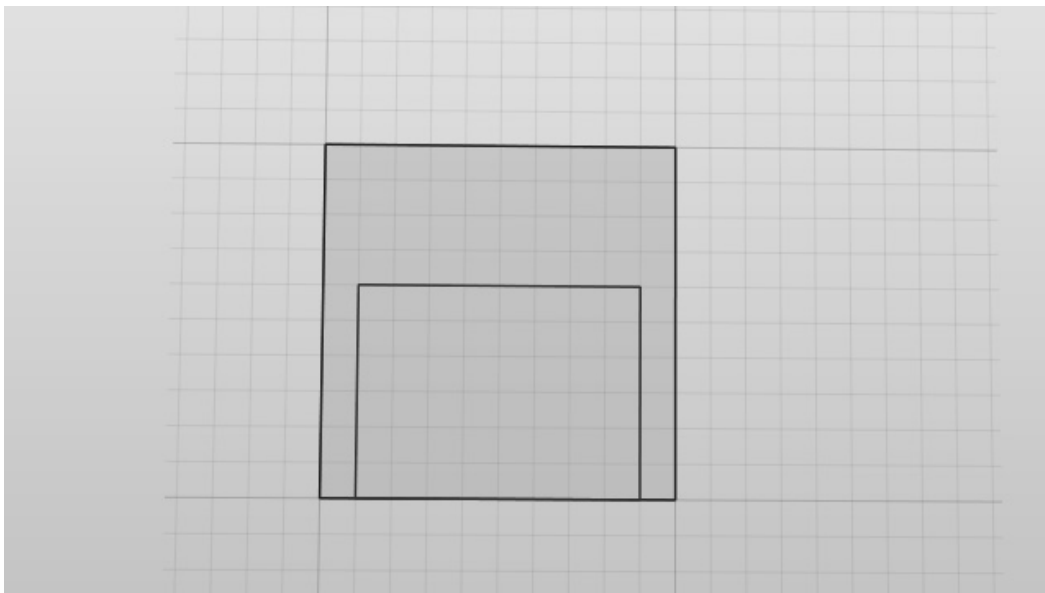

图 4-12
5) 单击鼠标右键或按〈Esc〉键退出工具，如图 4-12 所示。